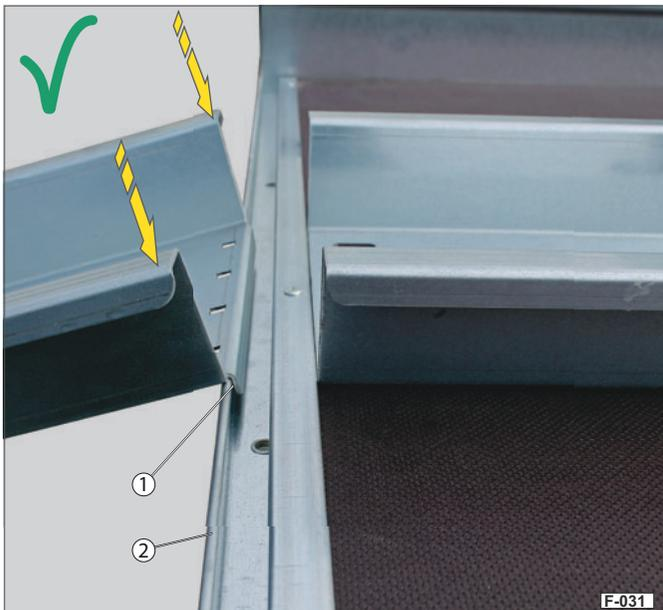

Abb. 22 Auffahrschiene gesichert
- ▶ Hängen Sie die Abkantung (Abb. 22/1) der Auffahrschiene auf die Abkantung (Abb. 22/2) der Einhängenut ein.